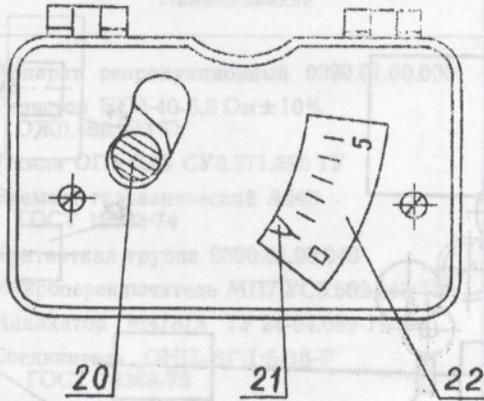
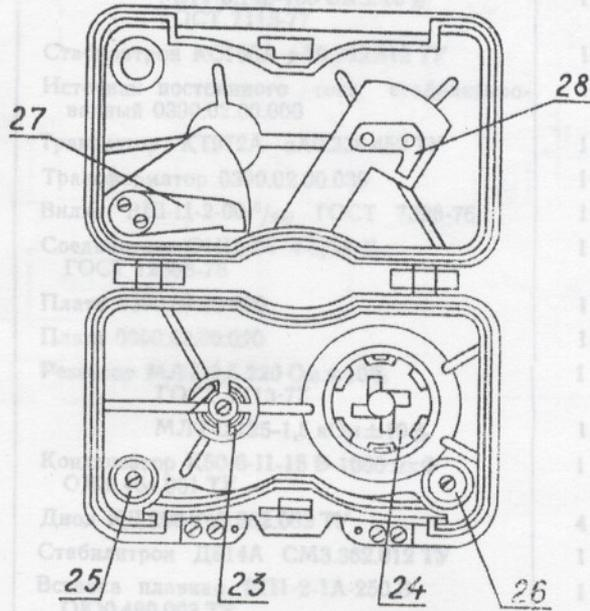

Рис. 4
Рис. 5
5.2. Кассета является легкоъемным узлом аппарата, она предназначена для перемотки пленки при съемке и предохранения ее от засвечивания при транспортировке. Внешний вид кассеты показан на рис. 4. На крышке кассеты имеется два окна. В левом окне расположена кнопка 20 замка кассеты, в правом — стрелка 21 и шкала метража неэкспонированной пленки 22. Если кнопку 20 подать вверх до упора, то крышка кассеты откроется.
В корпусе кассеты (рис. 5) расположены подающая бобышка 23, приемная бобышка 24 и направляющие ролики 25, 26.
**6.1. Зарядка кассеты.** Зарядку кассеты производите в темной комнате. Для этого кнопку 20 (рис. 4) отведите вверх по упору, откройте крышку. С оси снимите подающую бобышку 23 (рис. 5) и намотайте на нее 5 метров пленки эмульсией внутрь, предварительно заправив конец пленки в прорезь бобышки. Оденьте подающую бобышку на ось и произведите зарядку пленки в кассете согласно схеме, изображенной на рис. 11. Закрепите конец пленки на приемной бобышке.
Крышку кассеты закройте, при этом она автоматически запирается. Рычаг 27 (рис. 5) прижимается к наружному диаметру рулона пленки и стрелка 21 (рис. 4) указывает по шкале 22 (рис. 4) количество заряженной пленки в метрах.
Во избежание поломки задерживающей пружины 28 (рис. 5) не допускается вращение шпинделя приемной бобышки против направления стрелки на корпусе кассеты.